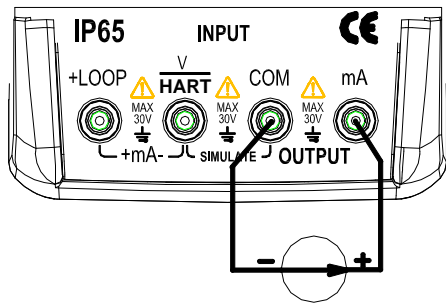

图 5-3
1. 将测试笔插入仪表输入端（INPUT）的 mA 插孔内，另一端与用户仪表的输出相连，如图 5-3 所示：